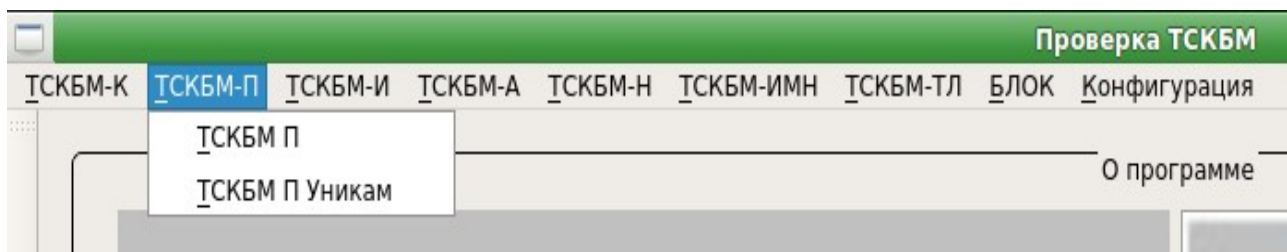
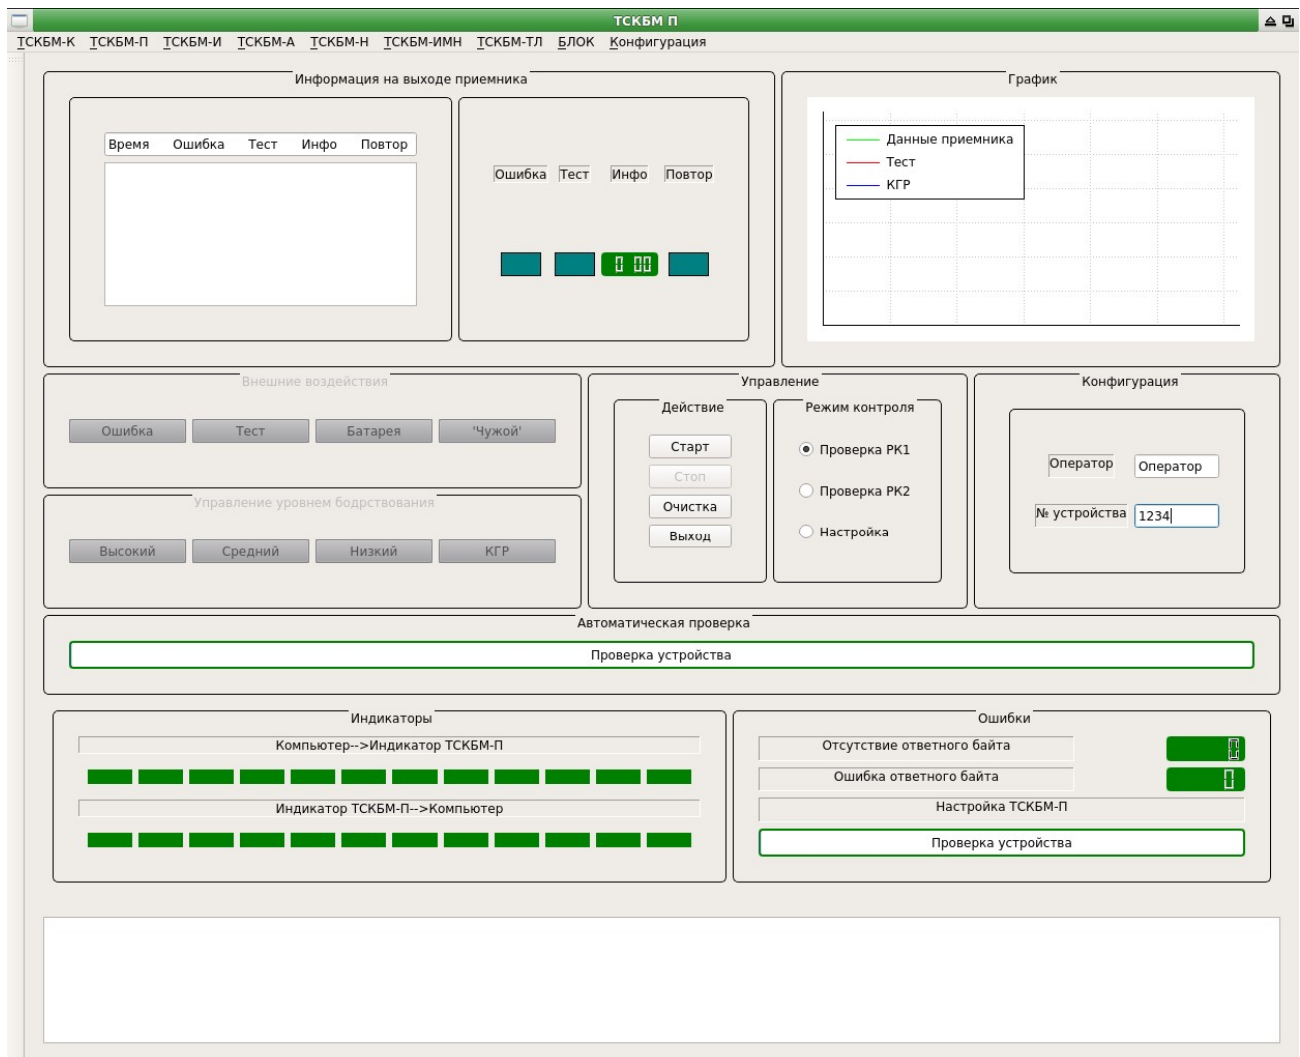

Рисунок 6.3.1 - Меню Испытания \ТСКБМ-П \ТСКБМ-П
Рисунок 6.3.2 - Окно проверки прибора ТСКБМ-П
2) Запустите программу Board .Войдите в окно испытаний. В меню Испытания программы Board рис. 6.3.1 откройте пункт \ТСКБМ-П \ТСКБМ-П. Должен загореться индикатор 29 «П» на блоке ТИ-ТСКБМ, а на экране должно появиться окно контроля приемника прибора ТСКБМ-П, показанное на рис. 6.3.2.
2) В меню Испытания программы Board (рис. 6.3.1) откройте пункт \ ТСКБМ-П \ ТСКБМ-П. Должен загореться индикатор 29 «П» на блоке ТИ-ТСКБМ, а на экране должно появиться окно контроля прибора ТСКБМ-П, показанное на рис. 6.3.2.
2) В меню Испытания программы Board (рис. 6.3.1) откройте пункт \ ТСКБМ-П \ ТСКБМ-П. Должен загореться индикатор 29 «П» на блоке ТИ-ТСКБМ, а на экране должно появиться окно контроля приемника прибора ТСКБМ-П, показанное на рис. 6.3.2.